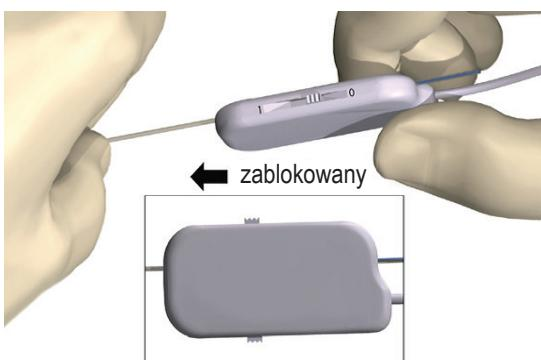

Rysunek 9: Podłączenie kabla stosowanego w sali operacyjnej 1x8 do zewnętrznego stymulatora próbnego 2 i adaptera ETS
4. Podłączyć kabel stosowany w sali operacyjnej wraz z przedłużaczem do gniazda adaptera ETS oznaczonego symbolem „1-L” (Rysunek 9). Jeśli używane są dwie elektrody DBS, lewą elektrodę DBS należy podłączyć do gniazda „1-L”, a prawą elektrodę DBS do gniazda „2-R.”